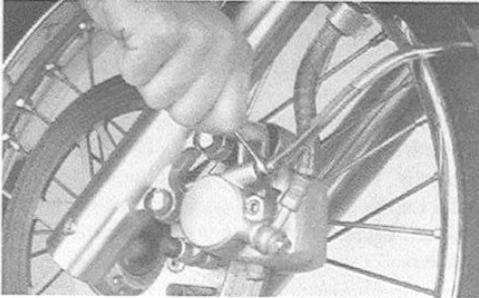

Bild 41a
- Pedal betätigen. Verlängerung der Anzeigemarkierung auf Bremsnocke «A» muss innerhalb des Toleranzbereichs «B» liegen (Bild 41a). Falls ausserhalb des Toleranzbereichs, Hinterrad aus-